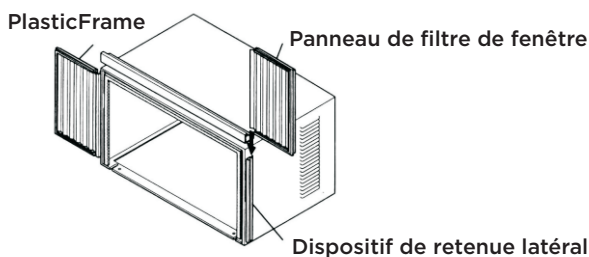
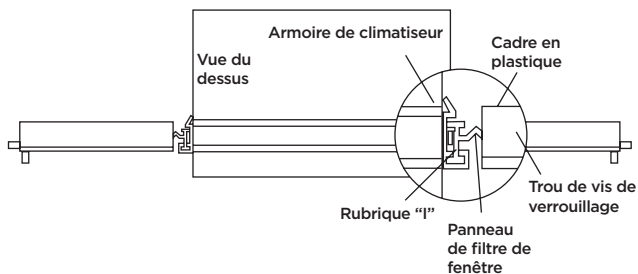

Fig.9
Fig.10
2. Faites glisser la section « I » du panneau de filtre de fenêtre dans le dispositif de retenue latéral sur le côté de l'armoire (voir Fig. 9 et Fig. 10). Répétez de l'autre côté.